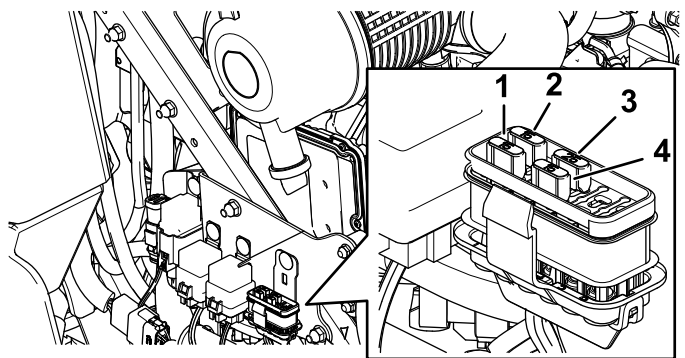

Figure 50
3. Remplacez le fusible (Figure 50).